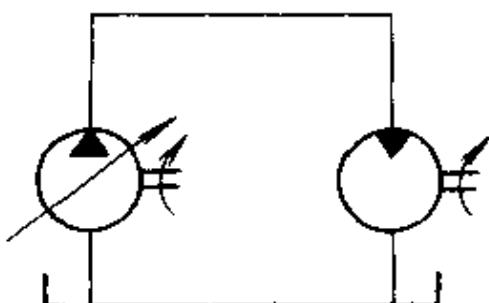

图 3-20 由变量泵和液压马达组成的液压系统
**例 14** 如图 3-20 所示。已知变量泵最大排量  $V_{p_{max}}=160\text{mL/r}$ , 转速  $n_p=1000\text{r/min}$ , 机械效率  $\eta_{mp}=0.9$ , 总效率  $\eta_p=0.85$ ; 液压马达的排量  $V_M=140\text{mL/r}$ , 机械效率  $\eta_{mM}=0.9$ , 总效率  $\eta_M=0.8$ , 系统的最大允许压力  $p=8.5\text{MPa}$ , 不计管路损失。求液压马达转速  $n_M$  是多少? 在该转速下, 液压马达的输出转矩是多少? 驱动泵所需的转矩和功率是多少?